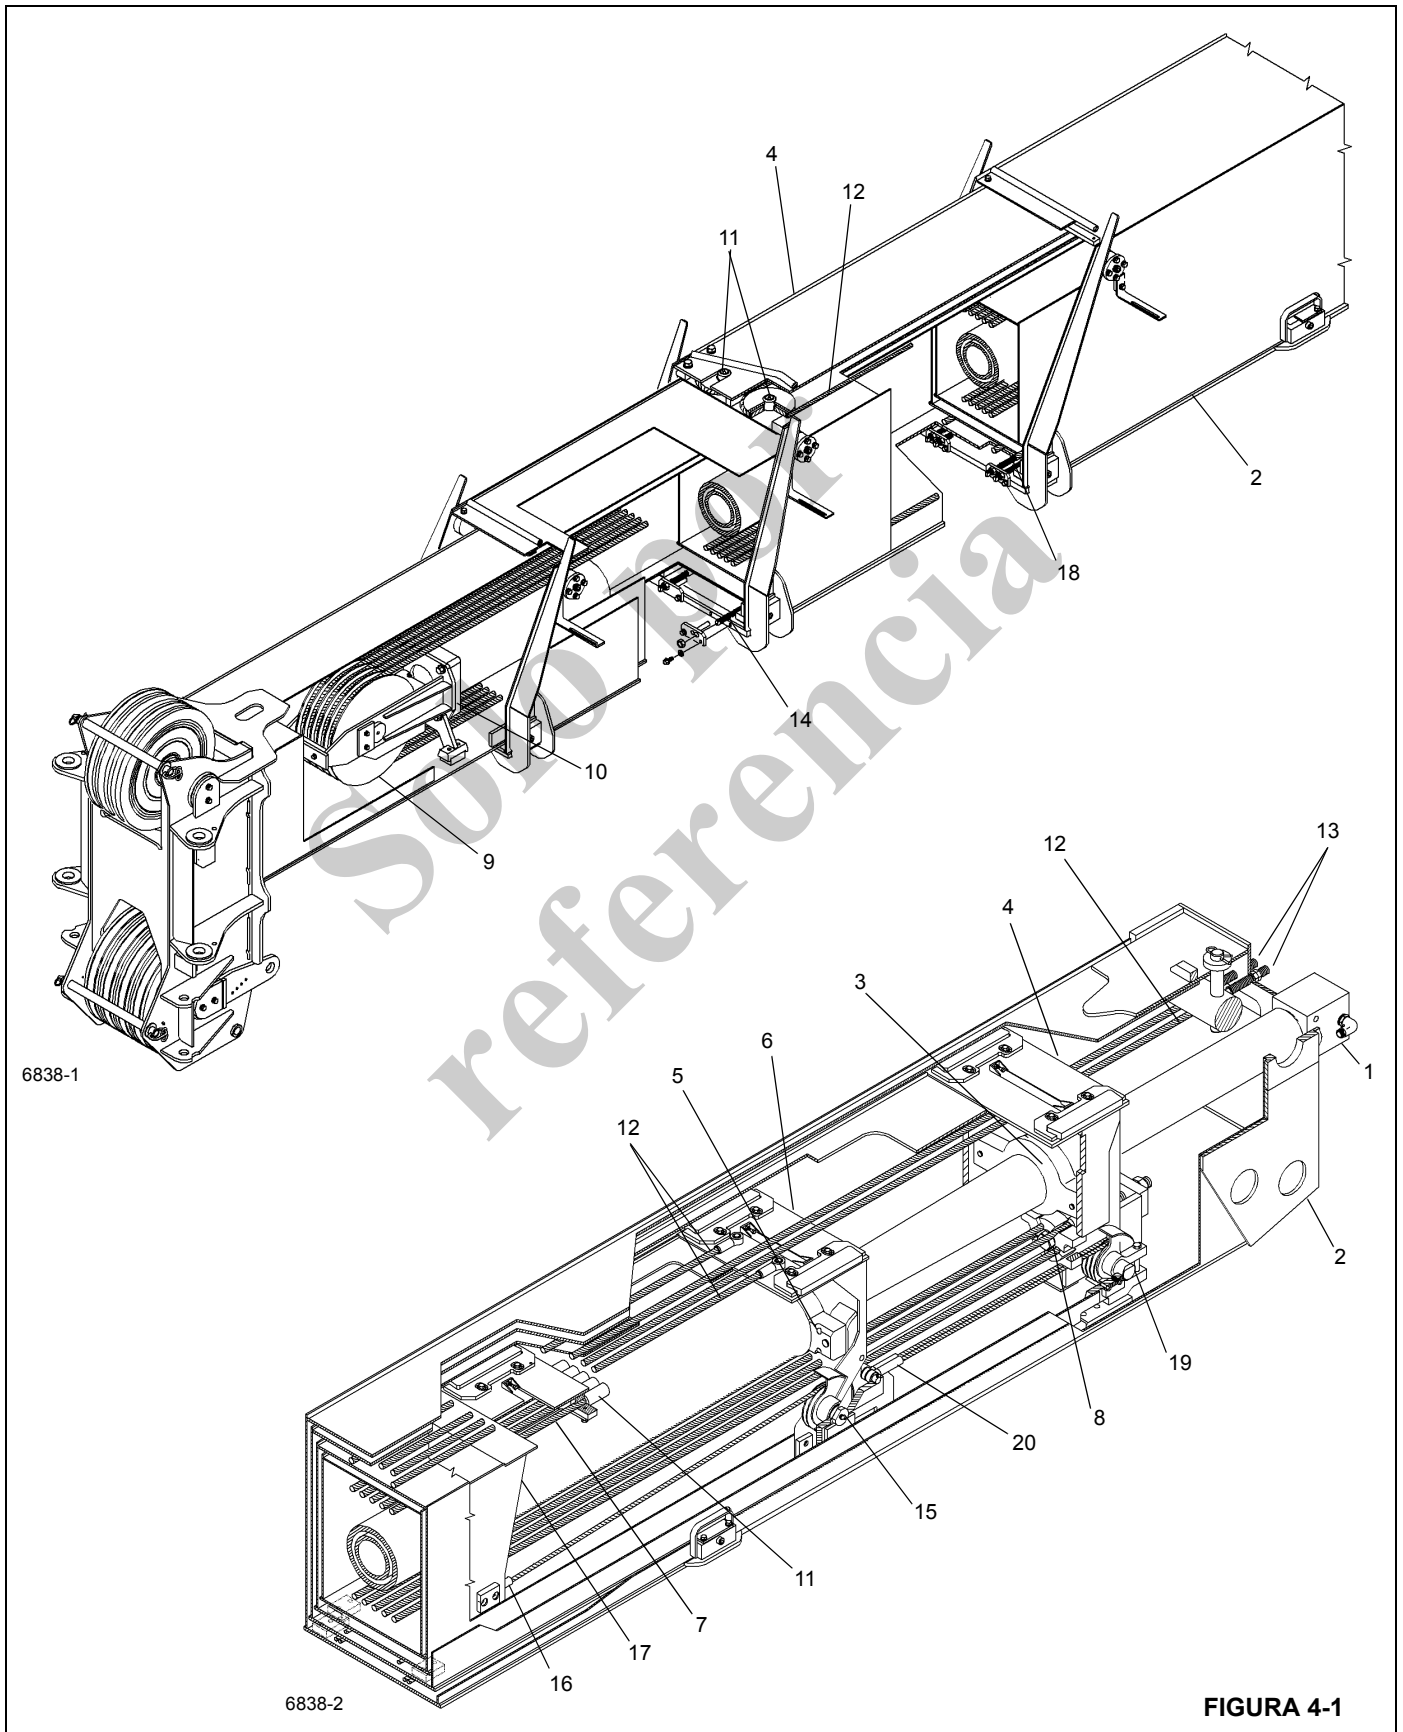

FIGURA 4-1
El cilindro telescópico se fija a la pluma en tres puntos: Consulte la Figura 4-1 para la ubicación de los artículos.
La sección de extremo tiene cinco cables de extensión (7). Consulte la Figura 4-1 para la ubicación de los artículos.
Consulte la Figura 4-1 para la ubicación de los artículos. Los cables sincronizadores de extensión largos (12) se conectan a la parte trasera de la sección central exterior (6), se pasan alrededor de dos poleas (11) ubicadas en el lado delantero superior de la sección central interior (4) y se fijan a la parte trasera de la sección de base (13).
Consulte la Figura 4-1 para la ubicación de los artículos. Los dos cables de retracción (14) se fijan a la parte delantera exterior de la sección central interior (4), pasan alrededor de poleas (15) instaladas en el extremo de la sección central exterior (6) y sus otros extremos (16) se fijan a la sección de extremo (17).
Consulte la Figura 4-1 para la ubicación de los artículos. Los cuatro cables de retracción (18) se fijan a la parte delantera exterior de la sección de base (2), pasan alrededor de poleas (19) instaladas en el extremo de la sección central interior (4) y sus otros extremos se fijan (20) a la sección central exterior (6).
Consulte la Figura 4-1 para la ubicación de los artículos. Cuando se extiende el cilindro telescópico, el tubo del cilindro (5), fijado a la sección central exterior (6), y la varilla del cilindro interior (3), fijada a la sección central interior (4), extienden las secciones centrales de la pluma.
Consulte la Figura 4-1 para la ubicación de los artículos. Cuando se retrae el cilindro telescópico, se retraen al mismo tiempo la sección central exterior (6) (fijada al tubo del cilindro) y la sección central interior (4) (fijada a la varilla de cilindro interior).